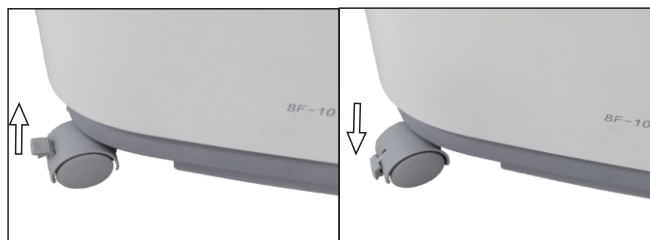

Figura 6: rotelle
4. Per spostare il concentratore di ossigeno, sbloccare i blocchi sulle quattro rotelle. (Figura 6)